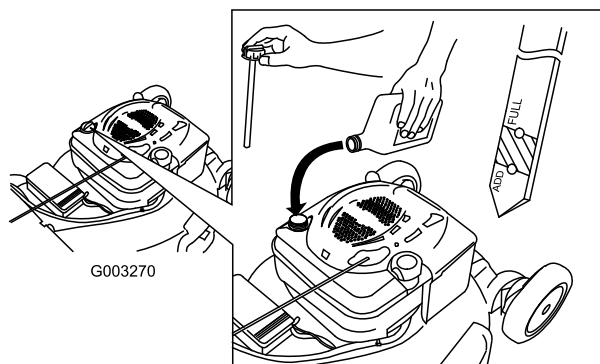

Рисунок 12
2. Извлеките масломерный щуп (Рисунок 12).
5. Выньте щуп и проверьте уровень масла, см. Рисунок 12.